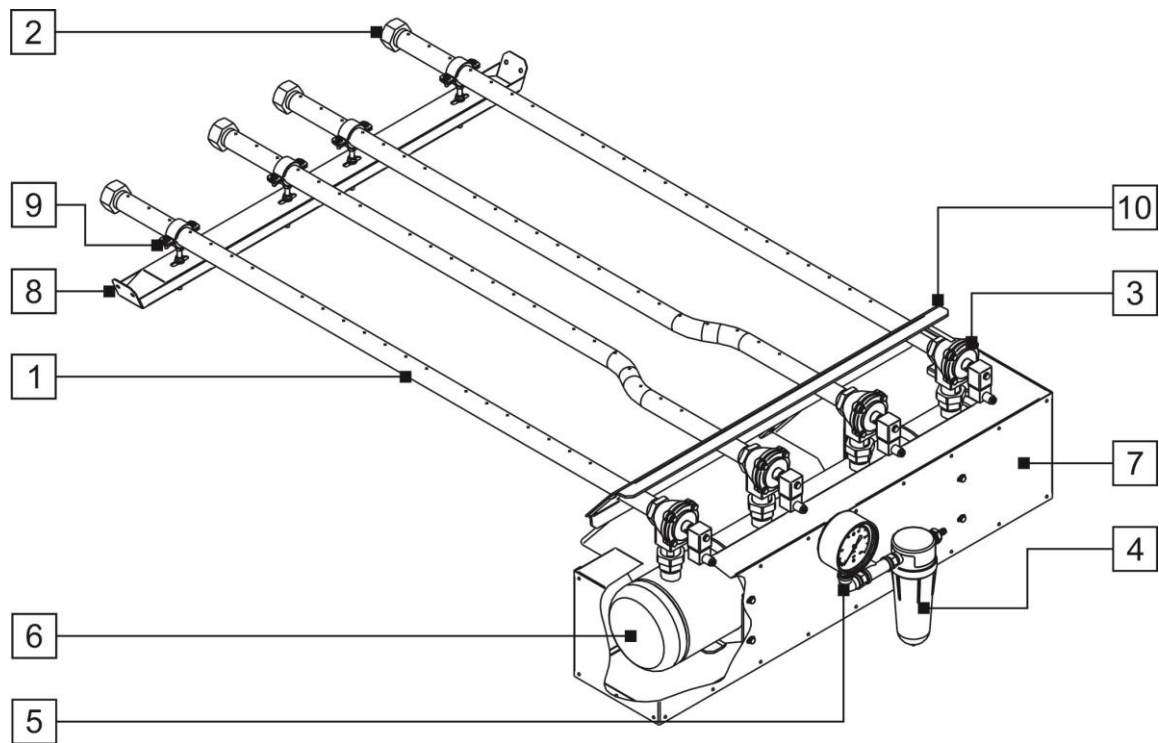

Рис. 16
1.4.14. СИСТЕМА РЕГЕНЕРАЦИИ СИТА УЗЛА РАССЕЙВАНИЯ (для некоторых вариантов комплектации изделия) служит для очистки поверхности сита от частиц продукта помола застрявших в ячейках. Система регенерации сита узла рассеивания (Рис. 16) состоит из перфорированных трубок (1) на концах которых установлены заглушки (2), мембранных (импульсных) электрических клапанов (3), фильтра-осушителя с редукционным клапаном (4), манометра (5), ресивера (6), кожуха (7), монтажной рейки (8), хомутов (9), монтажной пластины (10).